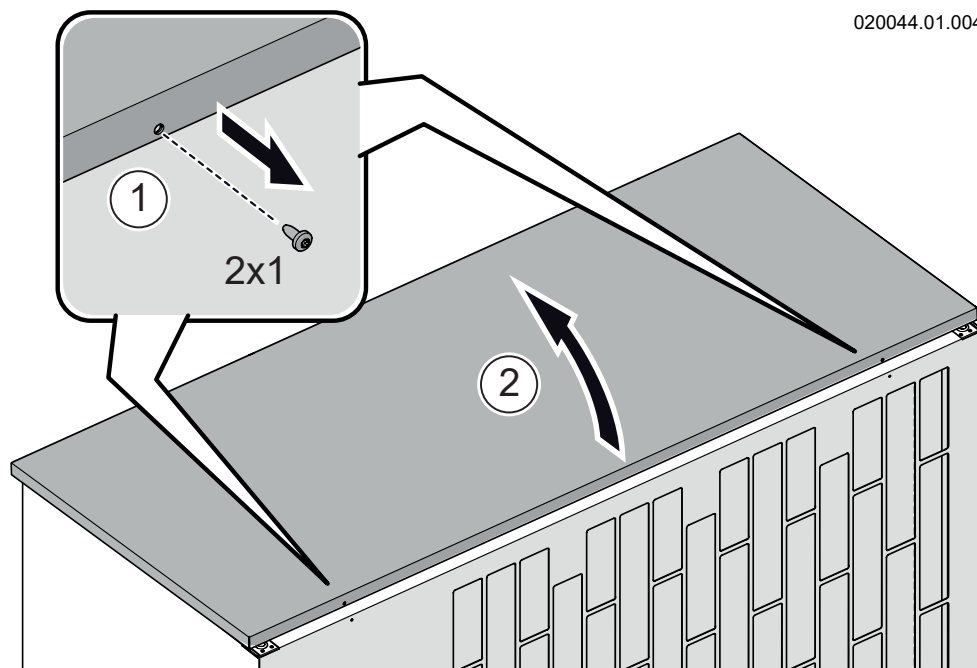

Figura 5-20 - Rimozione copertura superiore
2.-rimuovere la copertura superiore (Figura 5-20).
- 2.-rimuovere la copertura superiore (vedere Figura 5-20).